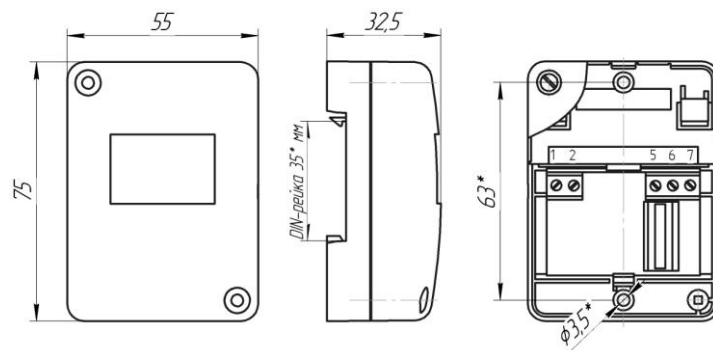

Рис.1. Габаритные и установочные размеры А16-МАУ.
6.1.1. При проектировании размещения устройств пожарной автоматики необходимо руководствоваться Сводом правил СП 5.13130.2009. Габаритные и установочные размеры МАУ показаны на рис.1, принципиальные схемы подключения – на рис.2 и 3.